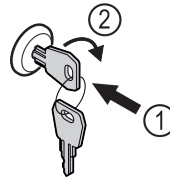

Fig. 153 Példaként szolgáló ábrázolás
- ▶ Dugja be a kulcsot Fig. 153 (1).
- ▶ Forgassa el a kulcsot 90°-kal az óramutató járásával megegyező irányba Fig. 153 (2).